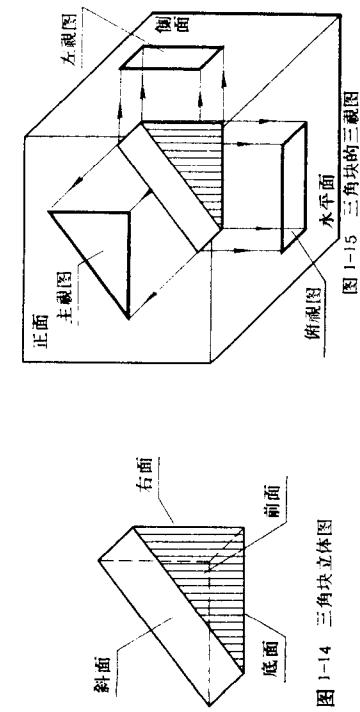
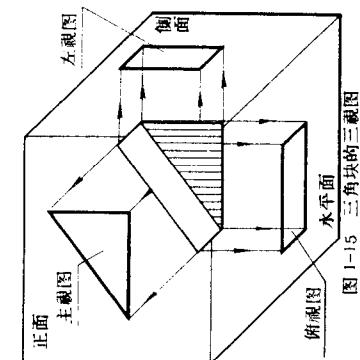

图 1-14 三角块立体图
图 1-15 三角块的三视图
怎样用正投影的方法得到视图呢？让我们用一个“三角块”①来说明。图 1-14 是一个三角块的立体图。它的前后两面互相平行，右面和底面互相垂直，为了得到真实的投影，把它放在三投影面内投影时，如图 1-15，让前后两面平行于正面，底面平行于水平面，右面平行于侧面；斜面就和正面垂直了。然后从前方、上方和左方分别向正面、水平面和侧面作正投影，就可得到三角块的三个视图②：